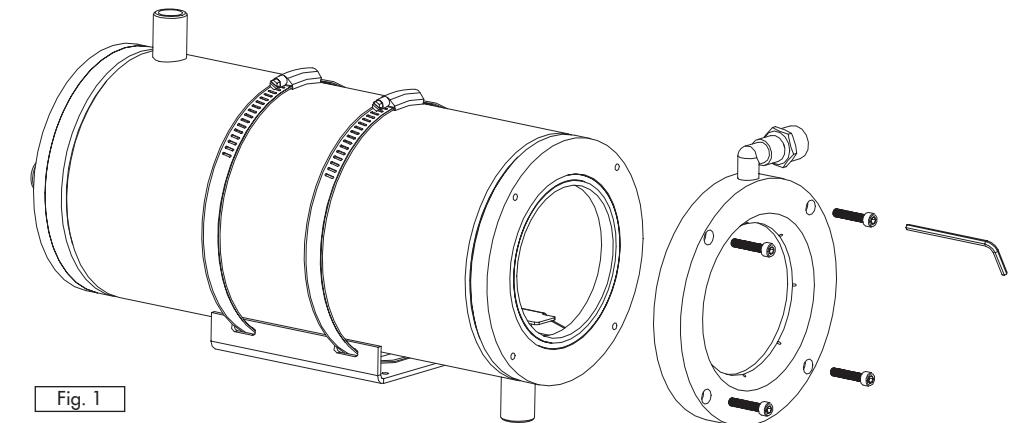

Fig. 1
- Smontare la flangia anteriore della custodia svitando le 4 viti con l'utilizzo della chiave esagonale in dotazione (Fig. 1).
- Démonter la bride avant du caisson en dévissant les 4 vis au moyen de la clé hexagonale fournie (Fig. 1).
- Dismantle the front flange of the housing by unscrewing the 4 screws using the Allen wrench supplied (Fig. 1).
- Den vorderen Flansch des Gehäuses abmontieren. Dazu werden die 4 Schrauben mit dem beiliegenden Sechskantschlüssel entfernt (Fig. 1).